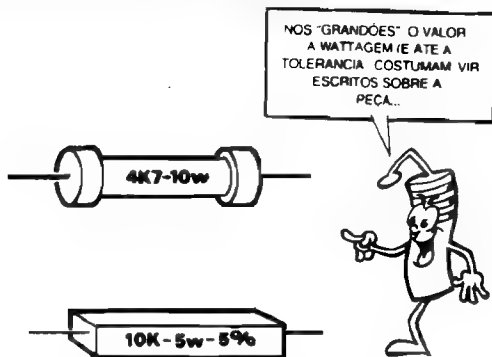

Fig. 1
- **FIG. 1** - Resistores "grandes". Valor, dissipação (e outros parâmetros) inscritos (com letras e números) sobre o corpo do componente.